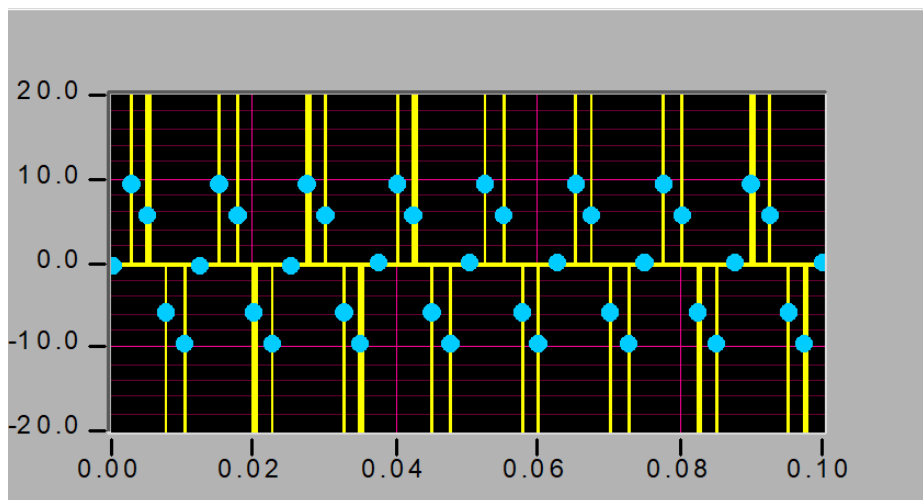

Figura 1.6: Eșantionare ideală [1].
- **Eșantionarea ideală (Ideal Sampling)** este un model matematic în care semnalul este înmulțit cu un tren de impulsuri Dirac (Figura 1.6).